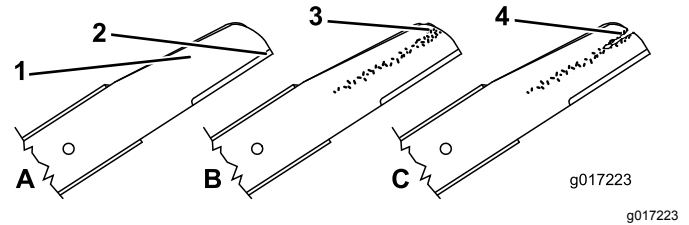

Figure 36
1. Examinez le tranchant des lames (Figure 36). Si elles sont émoussées ou présentent des indentations, déposez les lames et affûtez-les ou remplacez-les.
2. Inspectez les lames, surtout l'ailette (la partie relevée) (Figure 36). Remplacez immédiatement toute lame endommagée, usée ou qui présente une entaille.